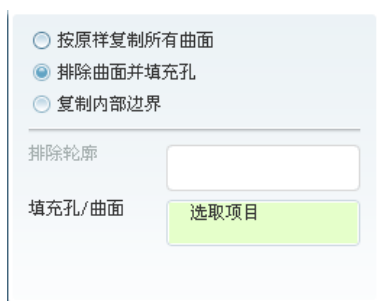

图 6.2.45 排除曲面并填充孔
-  排除曲面并填充孔 单选按钮：复制某些曲面，可以选择填充曲面内的孔。操作界面如图 6.2.45 所示。